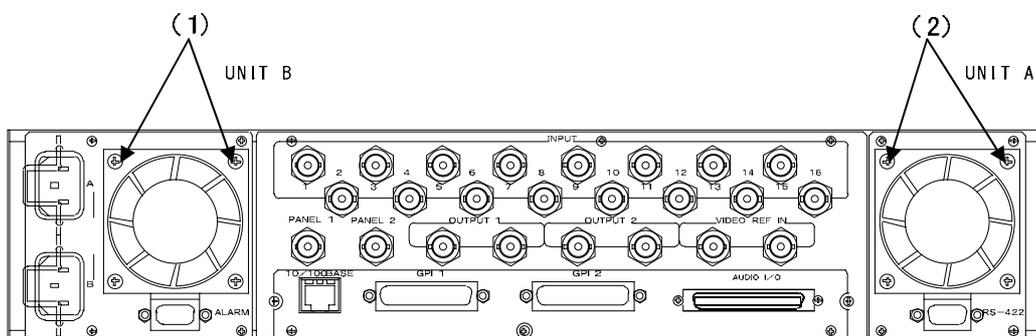

図7-4 FANユニット
- (1)最初に、FANが回転しているか停止しているか確認します。
- (2)本体電源をOFFします。
- (3)図7-4(下図)FANユニットの(1)部または(2)部のネジを2カ所プラスドライバーで緩めて外しFANを手前に引き出します。
- (4)FANが回転している場合は、埃などで目詰まりしていることがあります。